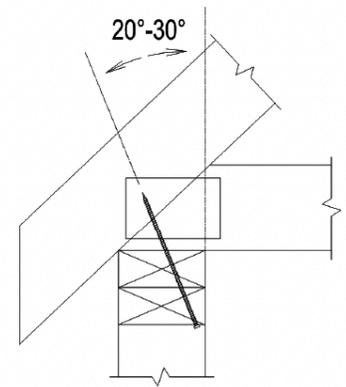

FIGURA 1
- a. El tornillo se debe instalar en dirección hacia arriba, a un ángulo de 20 a 30 grados desde la vertical (figura 1) y debe penetrar la cercha, el entramado de techo o la viga de madera a un máximo de ¼" de la línea central.